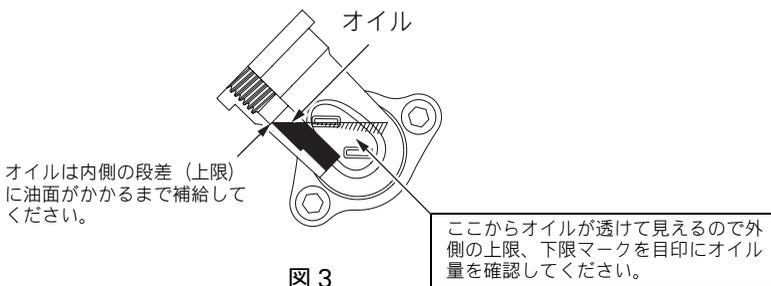

図 3
- 不足している場合（下限位置付近までオイル油面位置が低い場合）は、上限位置までオイルを補給してください（図3）。
- (1) エンジンを水平にし、オイルキャップをはずしてください。
- (2) オイルを上限位置まで補給してください(前頁図3)。注入の時は、オイルボトルを使用してオイルを注入してください。
- (3) オイルキャップを確実に締め付けてください。締め付けがゆるいとオイルが漏れることがあります。